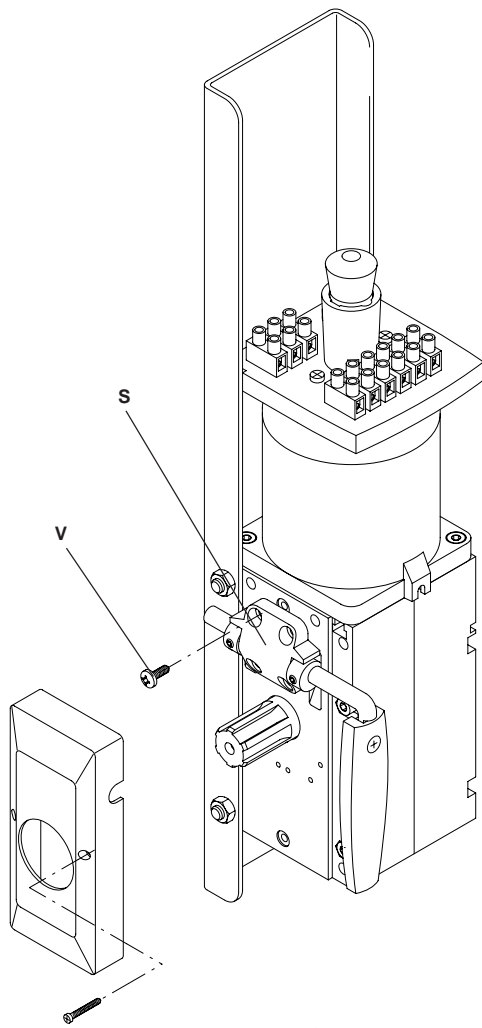

Fig.14
- Togliere il supporto S svitando le 4 viti V (fig. 14).
- Remove the support S unscrewing the 4 screws (fig. 14).
- Die Stütze S nehmen aufschraubend die 4 Schrauben (Bild 14).
- **Enlever le support S en dévissant les 4 vis (fig. 14).**